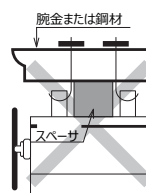

図4
- イ. 開閉器のケース上板にスペースを直接敷いた取付方。(図4)